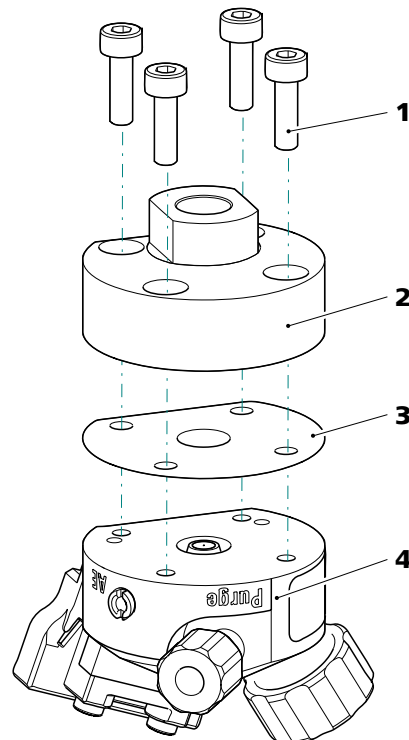

Abbildung 4 Messzelle zerlegen
- Den Messkörper wie in *Abbildung 4, Seite 17* in die Hand nehmen.